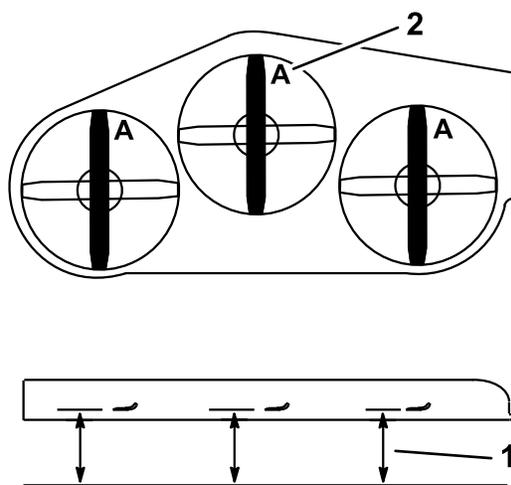

図 88
4. A位置で、平らな床面からブレードの刃先までの高さを測る 図 88。